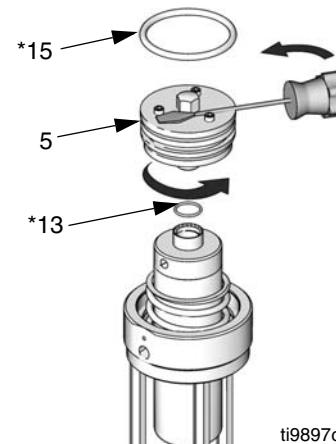
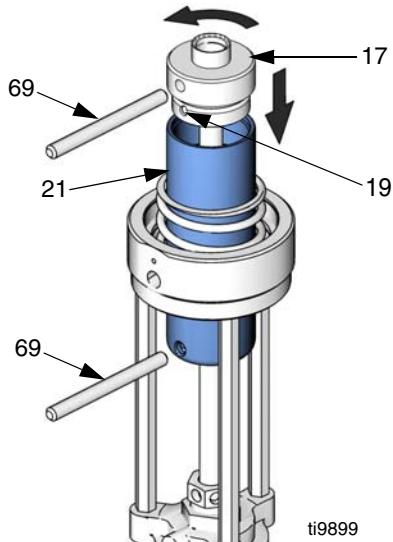

Рис.12. Воздушный клапан серии В
Рис.13
- Только для пневматических двигателей серии В. Отвинтите воздушный клапан (5). Если необходимо дополнительное поворотное усилие – введите острое отвертки между головками винтов (16) и шестигранной головкой воздушного клапана (5). Проверьте уплотнительные кольца (13* и 15*) на наличие повреждений и, если нужно, замените их. Проверьте, чтобы уплотнительное кольцо (13*) было расположено надлежащим образом и не зажималось. См. Рис.12.
- 4 введите штифт (69) в отверстие поршня, чтобы блокировать его. Воспользуйтесь вторым штифтом (69), чтобы отвинтить крышку поршня (17) и отделить её от поршня (21), открыв доступ к установочному штифту (19). См. Рис.13.
См. "Ремонт пневмодвигателя", опер.3 и 4 (Рис.12 и Рис.13) для конкретных указаний по повторной сборке.